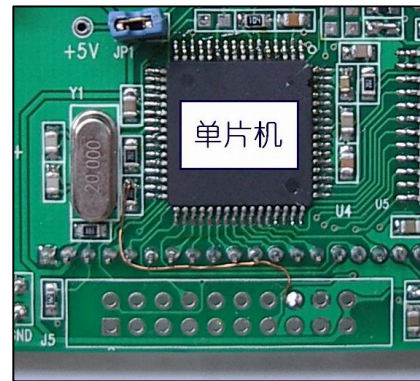

图 5
- 10) 最后在 R28 靠近 R26 的一端与 J5 的 16 脚之间补焊一条线，如图 5 所示。（该线是为测量周期用的，113-06201-060 版本以后的程序没有周期测量，故不需要焊接这条线）